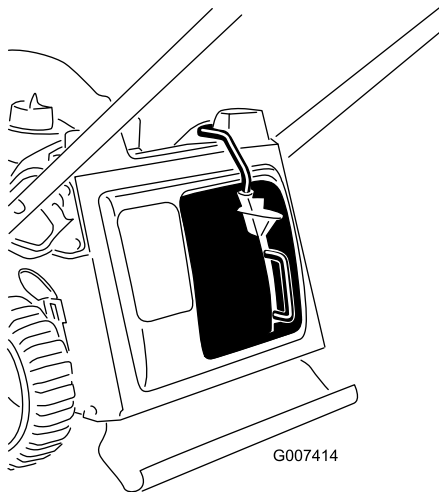

**Bild 11**
2. Drücken Sie die Taste am Hebel mit dem Daumen und setzen Sie den Mulchverschluss ganz in die Öffnung ein (Bild 11).